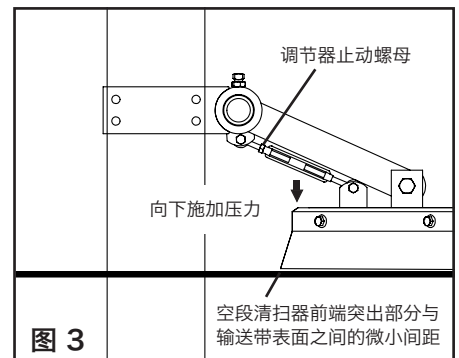

图 3
3. 在安装架上标记并钻孔。使用配备的 13 mm (1/2") 螺母和螺栓连接(图 3)。也可以焊接。
4. **将 V 型空段清扫器置于输送带上。** 当对空段清扫器前端突出部分向下施加压力时，转动调节器，使空段清扫器前端突出部分高出输送带表面约 2-5 mm (1/8")。拧紧调节器止动螺母(图 3)。